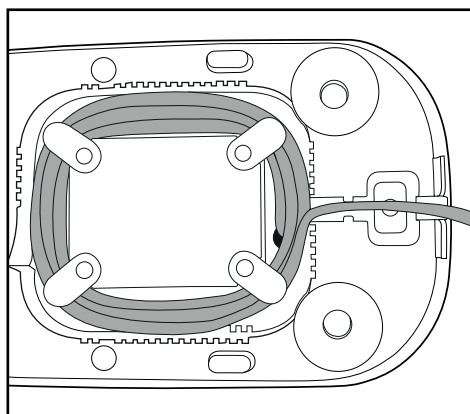

Fig. 3: Dispositivo de enrolamento do cabo
- Enrole o cabo de alimentação **4** no respetivo dispositivo de enrolamento na base do aparelho (Fig. 3).